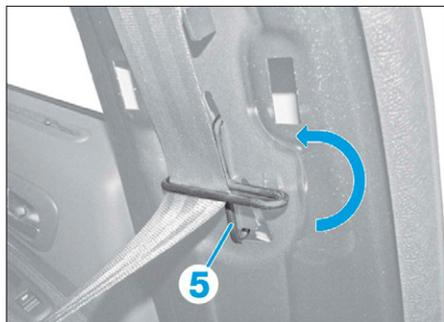

FIG. 16
- Pivoter le guide (5) suivant la flèche et l'écarter (Fig.16).